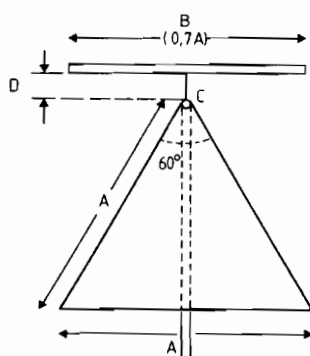

FIGURE 1
La figure 1 en reproduit le principe. En fait, l'aérien est constitué par un disque supérieur, surmontant un cône dont il est faiblement distant mais totalement isolé. L'alimentation est dissymétrique et le contacteur intérieur du câble est réuni très précisément au centre du disque, tandis que la gaine extérieure est soudée au sommet du cône, dont la génératrice, (A), mesure environ un quart de longueur d'onde à la fréquence **la plus basse** à utiliser. Le sommet du cône est légèrement aplati, de manière à présenter un faible surface plane (C), suffisante pour recevoir un connecteur du type SO239, soit environ 12 à 15 mm de diamètre. Le disque supérieur (B) représente les 7/10 de la longueur de la génératrice A, et l'intervalle (D), qui sépare le sommet du cône du centre du disque, doit être de l'ordre de 20 % du diamètre C, soit de 2 à 3 mm, dans tous les cas, pour une